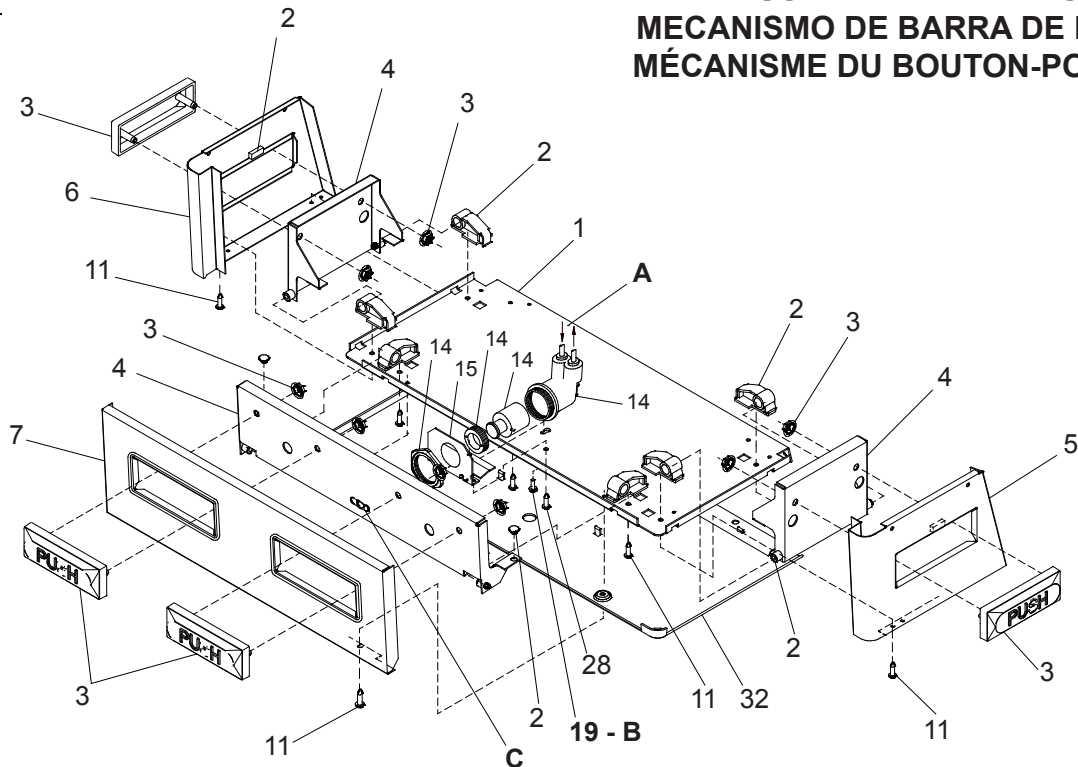

FIG. 5
Voir Fig. 5 pour le Mechanisme de Barre-poussoir
- 8) Stream height is factory set at 35 PSI. If supply pressure varies greatly from this, adjust screw, accessible by removing front push panel (Item 7, Fig. 5). CW adjustment will raise stream and CCW adjustment will lower stream. For best adjustment, stream should hit basin approximately 6-1/2" (165mm) from bubbler.
- 9) Replace the front panel and secure by retightening four (4) screws.
- 8) Le niveau d'écoulement est réglé en usine à 35 PSI. Si la pression varie beaucoup de ce point, ajustez la vis que l'on peut atteindre en retirant le panneau avant (article 7, fig.5). Si vous ajustez dans le sens des aiguilles d'une montre, le jet augmentera et dans le sens contraire, le jet diminuera. Le meilleur ajustement est lorsque le jet frappe le bassin à environ 6-1/2" (165mm) du borboteur.
- 9) Remplacez le panneau avant et fixez le en place en resserrant les quatre (4) vis.